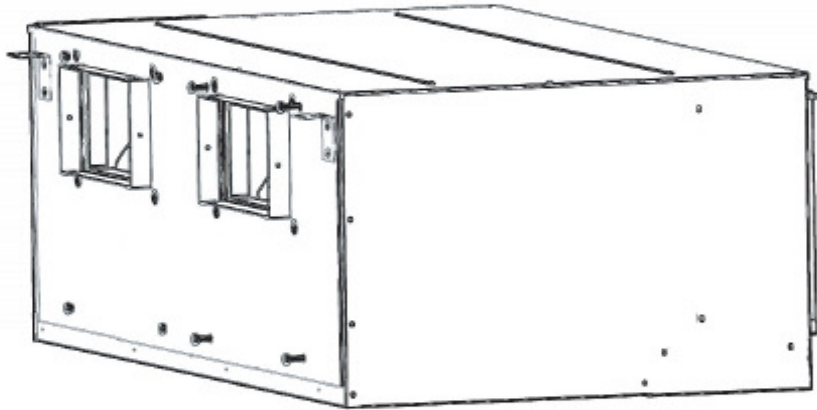

Fig.9-3
- 4) Indepartati cele 4 suruburi M8 de pe placa frontala a aparatului de aer conditionat. (Fig.9-3)